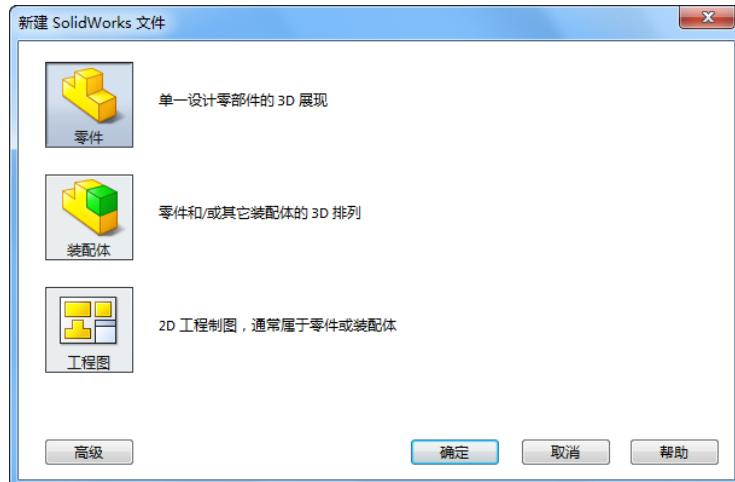

图 6-78 “新建 SolidWorks 文件”对话框
**02** 创建零件文件。在菜单栏中选择“文件”→“新建”命令，或者单击“标准”工具栏中的“新建”图标按钮 ，此时系统弹出如图 6-78 所示的“新建 SolidWorks 文件”对话框，在其中选择“零件”图标 ，然后单击“确定”按钮，创建一个新的零件文件。